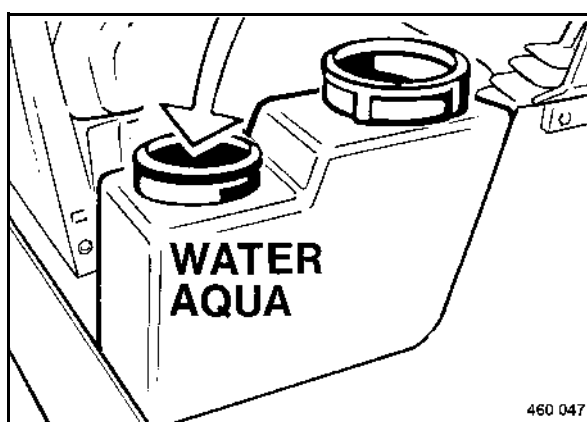

fig. 91
- Ouvrir le couvercle (fig. 91) et vérifier la réserve en eau.